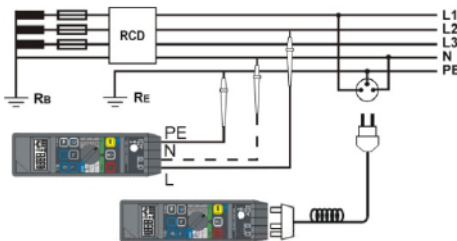

Рис.6. Измерения на оборудовании, оснащенном УЗО, при помощи заостренного зонда или зонда в виде штепсельной вилки (нейтральный провод можно не подключать).
- выполнить подключение **L** и **PE** (**N** -нейтральный провод можно не подключать) электрооборудования в соответствии с Рис.6;
- выполнить подключение **L** и **PE**, (**N** - нейтральный провод можно не подключать) к электрооборудованию в соответствии с Рис.6;
- выполнить подключение проводников L, N (нейтральный провод можно не подключать) и PE электрооборудования в соответствии с Рис.6;